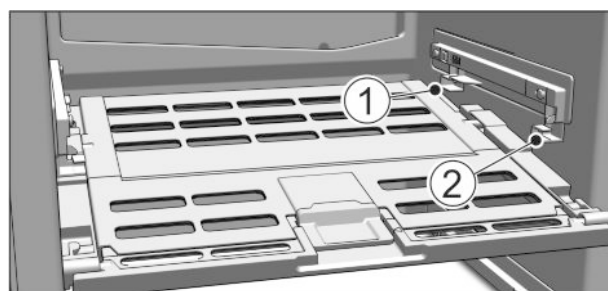

Fig. 10
► Wkładanie pokrywy Fruit & Vegetable-Safe: Ramiona pokrywy wprowadzić od dołu do tylnego uchwytu Fig. 10 (1) i założyć z przodu w uchwycie Fig. 10 (2).